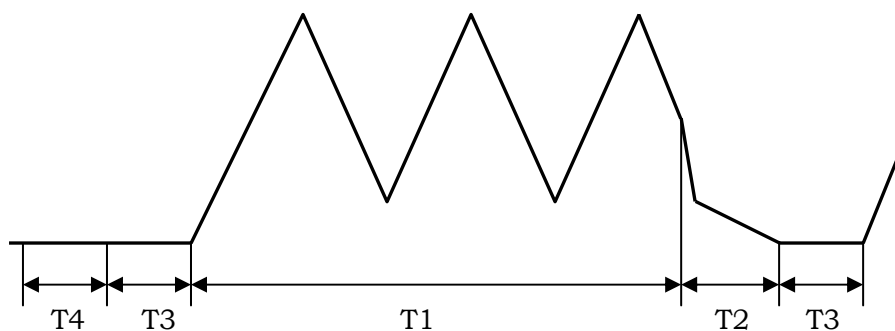

图 2-4 A/D 转换时间划分图
**归零时间 T2：**归零时间是 A/D 转换过程中在被测信号结束后 A/D 转换器回零的一段时间，如图 2-4 所示，约 2-3ms。